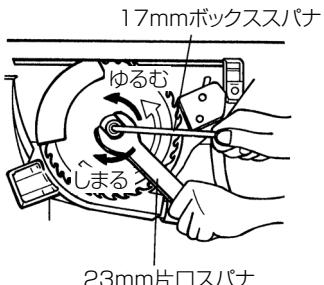

図 51
- (2) 図 51 のように、ボルトをゆるめ、スーパーロックワッシャ・ワッシャ(B)をはずした後、のこ刃を取りはずします。